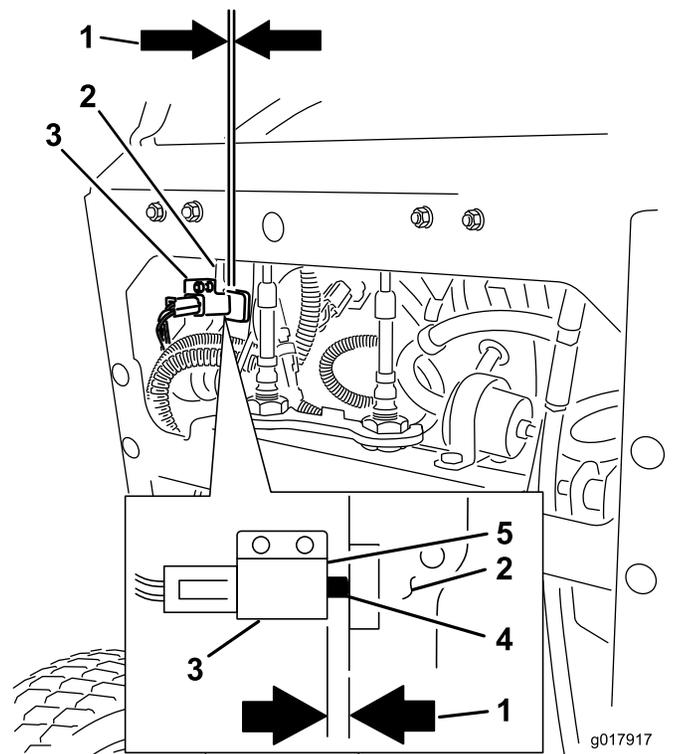

Figura 67
12. Compruebe la distancia entre la palanca de freno y la cara del interruptor, según se muestra en Figura 67. El espacio debe ser de 3 mm (1/8 pulgada) con el freno **puesto**.